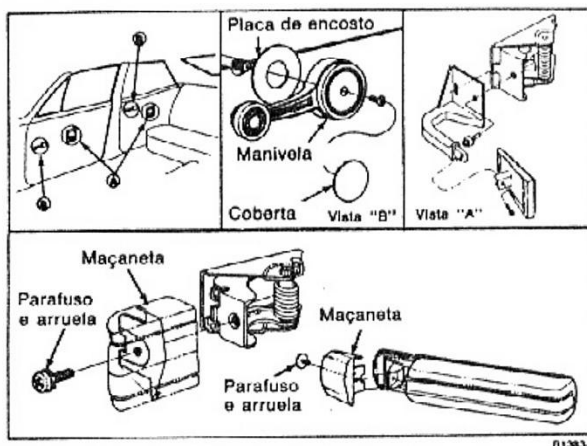

fig. 5 — instalação da maçaneta e da manivela do vidro da porta
2. Remover a coberta da manivela de acionamento do vidro e soltar o parafuso de fixação da manivela. Remover a manivela (vista B fig. 5).